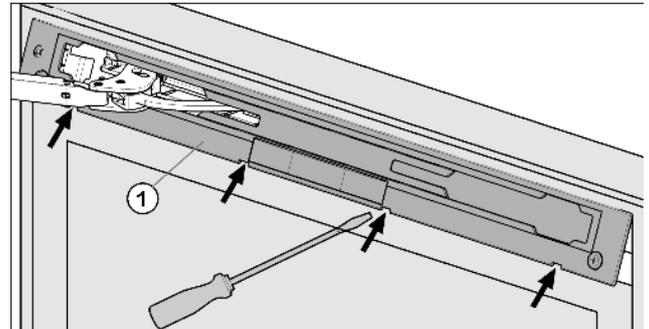

Fig. 4
- ▶ Blende Fig. 4 (1) mit Schlitzschraubendreher austrasten und abnehmen.